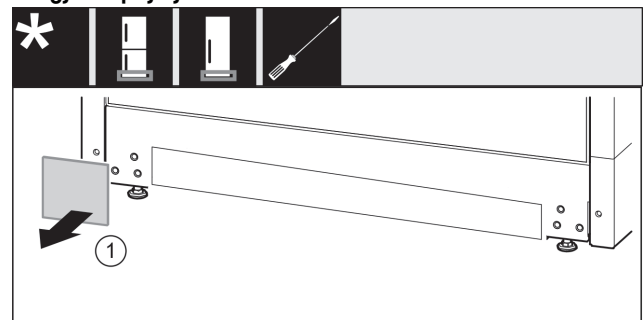

Fig. 16
- ▶ Hiqni kapakun mbulues Fig. 16 (1).